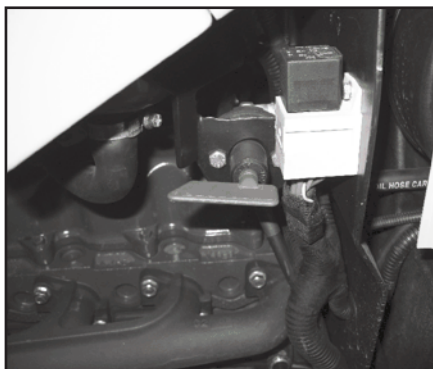

Abb. 5.16.1
- Schalter in Stellung "ON": Elektrische Anlage wird gespeist (Abb. 5.16.1);